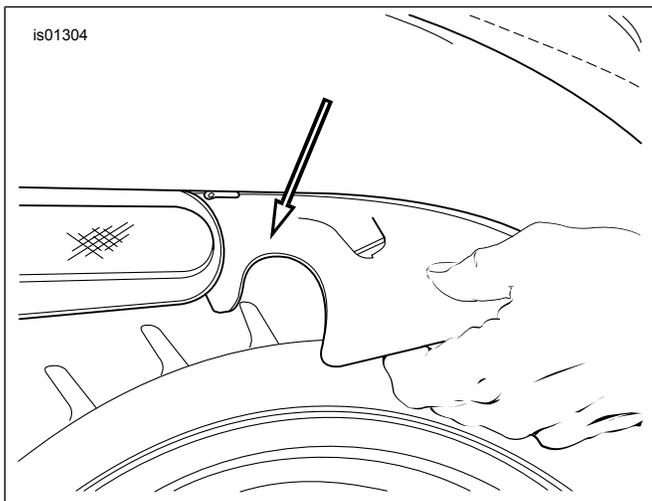

Figure 5. Abaisser la protection anti-éclaboussures (VRS-CA/B/D 2002-2006)
4. Figure 5 Abaisser la protection anti-éclaboussures de la position d'installation.